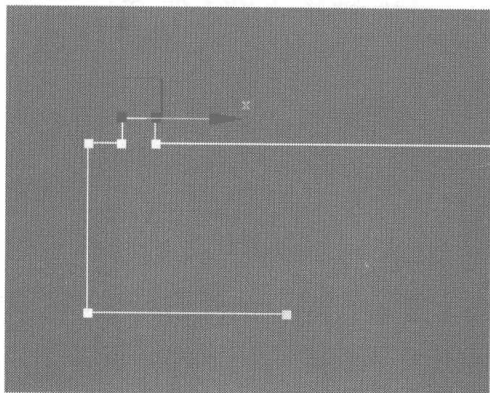
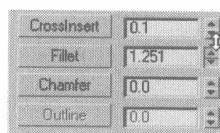

图 6.370
图 6.371
- 12** 切换为节点编辑，适当地调整曲线上的各节点，如图 6.370 所示，在控制面板中设置添加节点的参数，如图 6.371 所示。